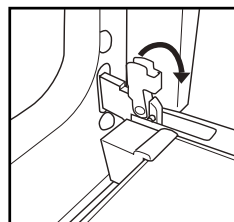

Рис. 1
2. Поднимите фиксаторы и нажмите на них до упора (рис. 1).
1. Вставьте решетку горизонтально в держатели, чтобы приподнятая сторона «А» была обращена вверх (рис. 1).